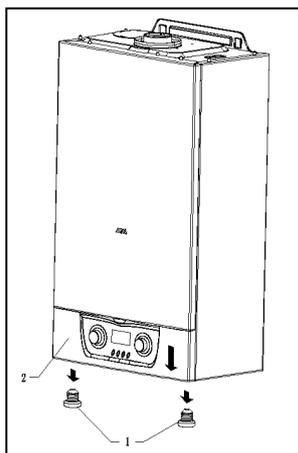

Рис. 14
- отвинтить 2 болта в нижней части панели управления (поз.1 рис. 14);
- потянуть панель управления вниз, чтобы обнажить зажимные винты фиксации поверхности оболочки (2 на рис.14);